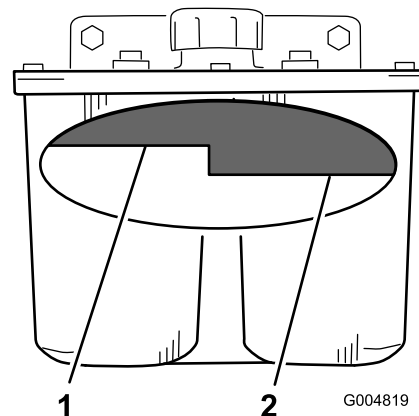

Figura 83
3. Limpie la zona alrededor del cuello de llenado del depósito hidráulico (Figura 83).
4. Retire el tapón del cuello de llenado y mire dentro para ver si hay fluido en el depósito (Figura 83).
Nota: El nivel de fluido debe llegar a la parte superior del nivel caliente del tabique cuando el fluido está caliente (Figura 83).